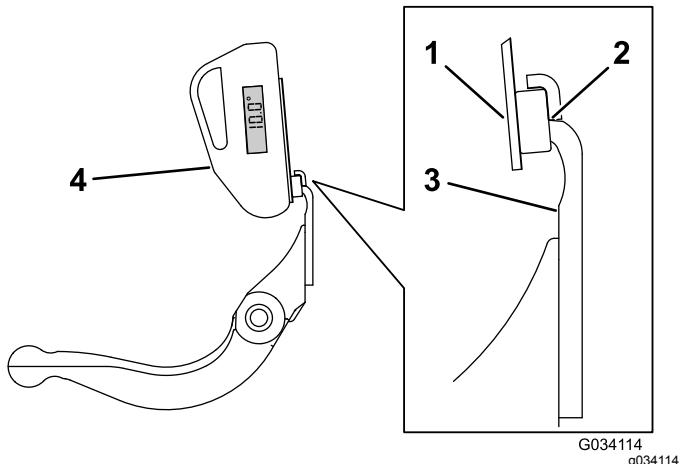

Bild 22
3. Legen Sie die Neigungsmesserbefestigung an die Kante des Untermessers, sodass die Kante des Magnets bündig mit der Kante des Untermessers ist (Bild 22).
4. Legen Sie den Neigungsmesser auf die Befestigung, wie in Bild 22 abgebildet.